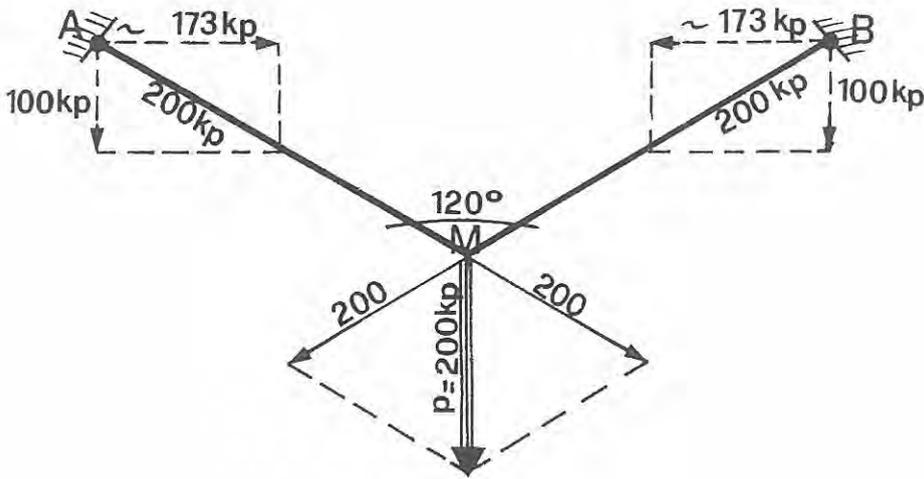

figura 1
**ESECUZIONE:** si prendono i capi delle corde da unire e si forma un nodo semplice, lasciando che i capi liberi siano come minimo lunghi 35 cm (figura 1)
Esempio 1:  $F = 200 \text{ Kp}$ , angolo in **M** di  $120^\circ$ , disegno di figura 1.